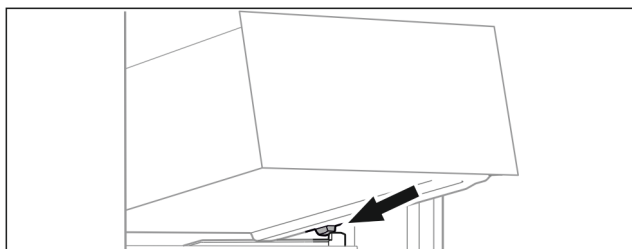

Fig. 134
- Nasad'te zásuvku šikmo za zarážky na žebrování na nádoby. (viz Fig. 134)